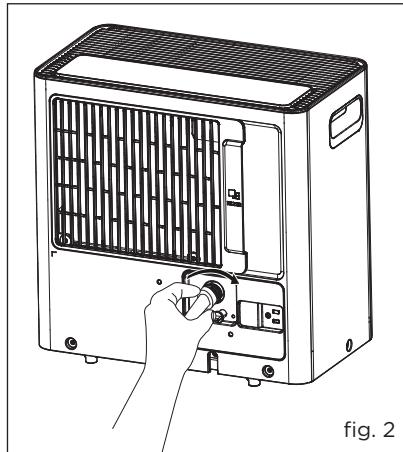

fig. 2
d. Vissez le tuyau de jardin à la portion filetée du connecteur de purge. (fig. 2)